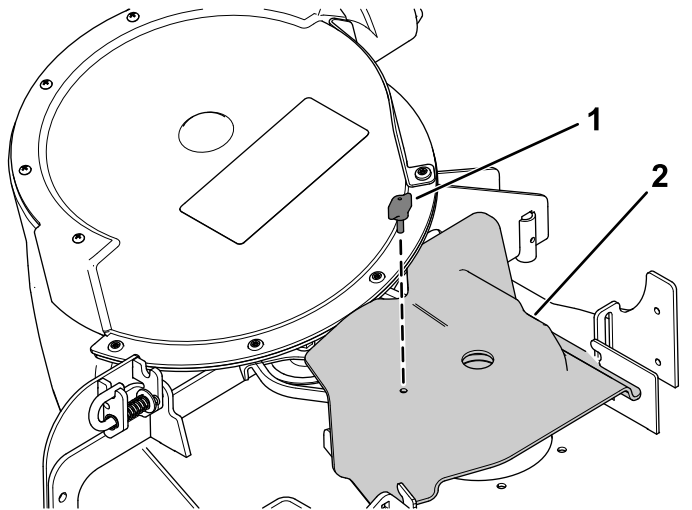

Figura 47
2. Instale la cubierta de la correa del soplador sobre la correa, y sujete la cubierta de la correa con el pomo (Figura 47).